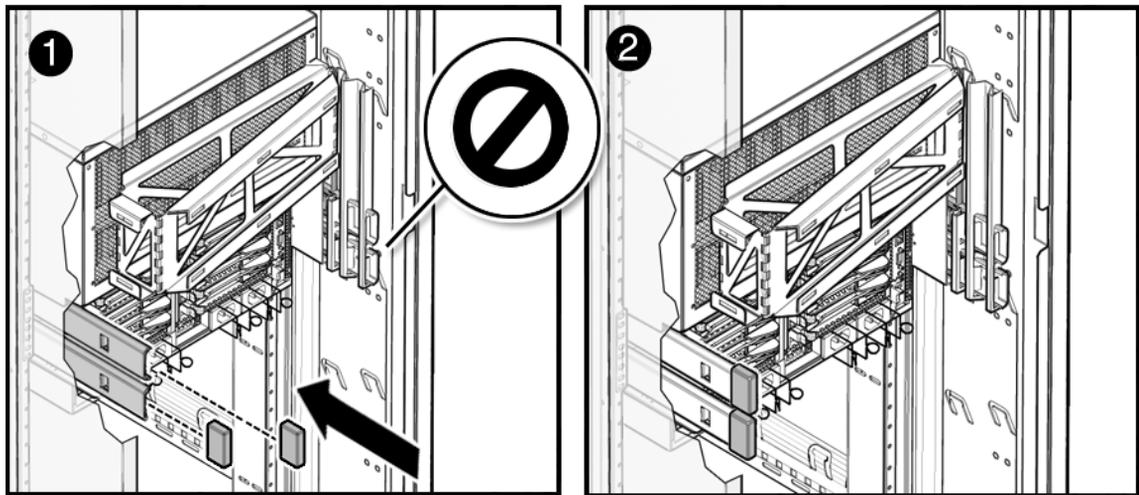

FIGURE 2-11 Capuchons à l'arrière gauche des rails coulissants du serveur Sun SPARC Enterprise M5000
- Pour le serveur Sun SPARC Enterprise M5000, les deux capuchons doivent être fixés aux rails auxquels le bras de gestion des câbles n'est pas fixé (FIGURE 2-11).